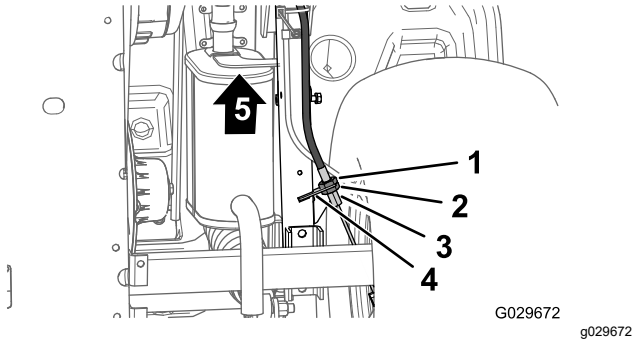

図 63
3. 機体の下側で、駐車ブレーキケーブルのねじ山付きアジャスタの後ジャムナットを4回転ゆるめる 図 63。
4. 前側ジャムナットを締める 図 63。
- A. ブレーキケーブルのねじ山付きアジャスタの前ナット 図 63 を1回転ゆるめる。
- B. 後側ジャムナット 図 63 を締める。
- A. ブレーキケーブルのねじ山付きアジャスタの後ナット 図 63 を1回転ゆるめる。
- B. 前側ジャムナットを締める 図 63。